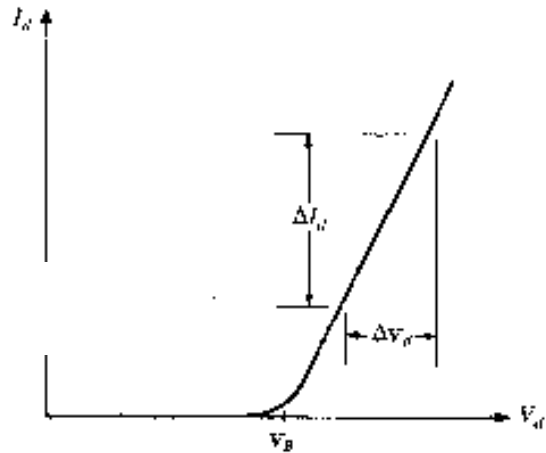

Figura 4. Curva estática de um diodo.
**E4** - Determine a barreira de potencial ou tensão de arranque  $V_B$ , e a resistência do diodo em polarização directa  $R_f$  (veja a Figura 4.)